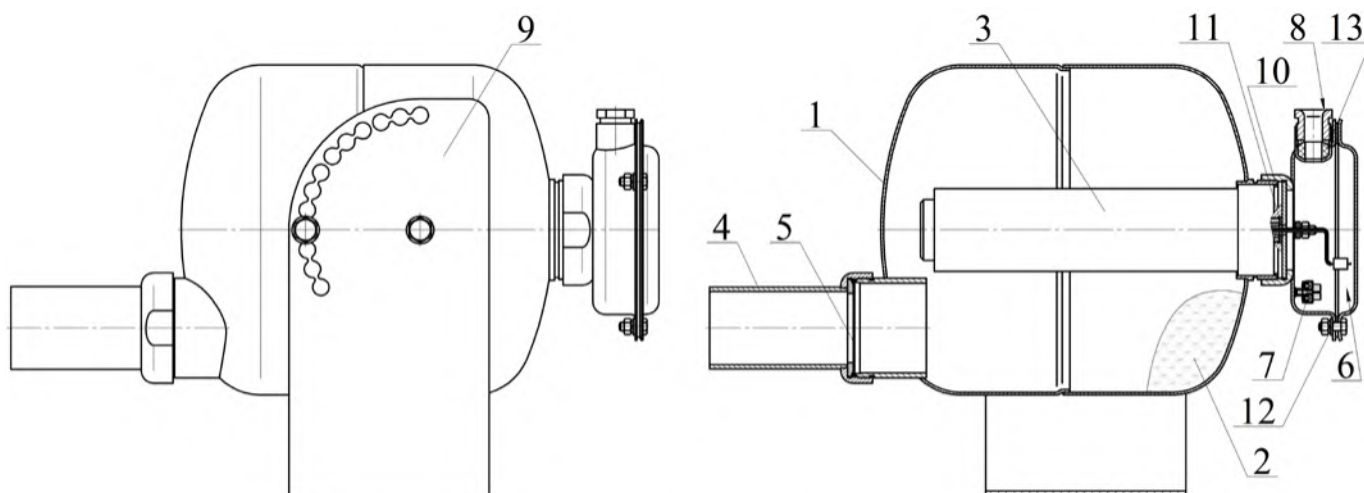

Рисунок 1
МПП (см. рисунок 1) состоит из корпуса **1**, в котором размещаются огнетушащий порошок (ОП) **2** и источник холодного газа (ИХГ) **3**. В нижней части корпуса находится насадок-распылитель **4**, выходное отверстие которого перекрыто мембраной **5**.
2.1.3 Закрепить кронштейн 9 (см. рисунок 1) на потолке, стене или иной несущей плоскости, расположенной под любым углом относительно поверхности пола. Координаты отверстий в кронштейне, предназначенном для крепления МПП, приведены на рисунке 3.